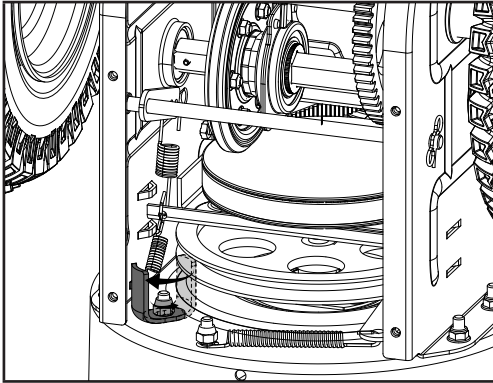

Figure 28A
7. Faites glisser la nouvelle courroie d'entraînement de la tarière dans le compartiment du dessous de la souffeuse, en la plaçant autour de la poulie d'entraînement de la tarière puis en la faisant glisser autour de la poulie avant de la prise de force du moteur. Assurez-vous que la courroie est bien en position entre le protège-courroie inférieur et le dessus de la poulie d'entraînement de la tarière. Il sera peut-être nécessaire de retirer le boulon qui retient le protège-courroie inférieur afin de bien positionner la courroie dans la poulie, de remettre en place le protège-courroie et le boulon après avoir installé la courroie sur la poulie (figure 28A/B).